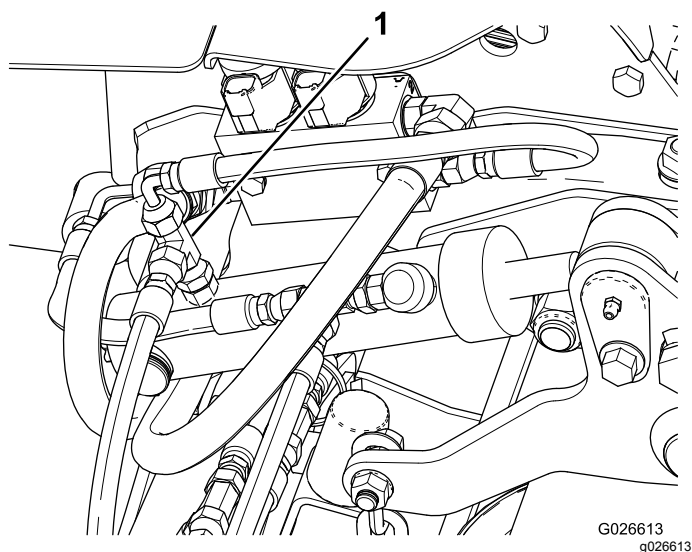

Figura 12
3. Instale a união em T como se mostra na Figura 12.
4. Instale o tubo existente na parte superior da união em T (Figura 12).